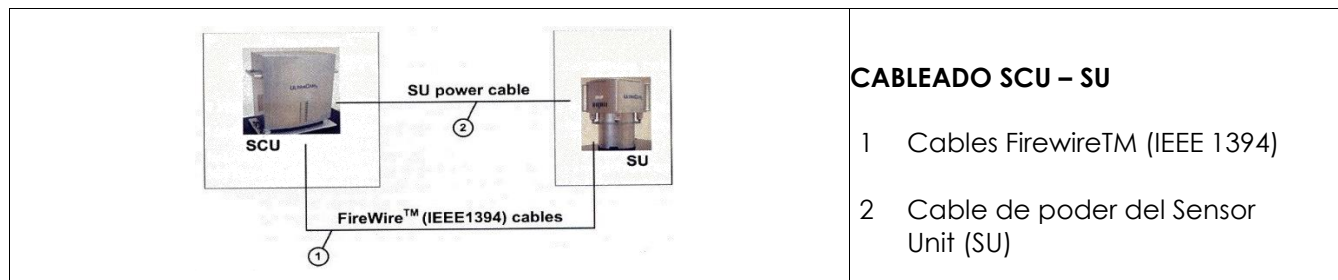

Figura 47. Conexiones entre Unidad de Almacenamiento y Computo (SCU) y el Sensor Unit (SU).
- Conecte el sensor unit (SU) a la unidad de almacenamiento y computo (SCU) según recomendaciones dadas por el fabricante de los equipos, ver Figura 47.